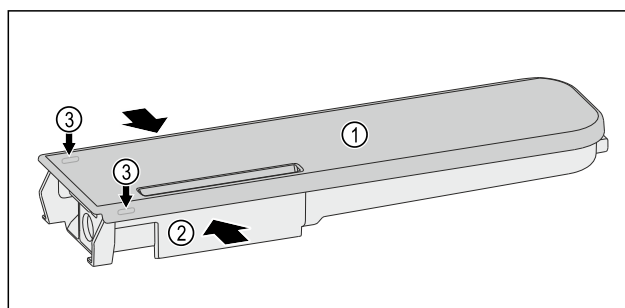

Fig. 130
- Comprimere il serbatoio dell'acqua Fig. 130 (2) e fare leva con attenzione sul coperchio Fig. 130 (1) sollevandolo dai naselli di arresto Fig. 130 (3).
- Spostare leggermente avanti e indietro il coperchio Fig. 130 (1) e rimuoverlo verso l'alto.